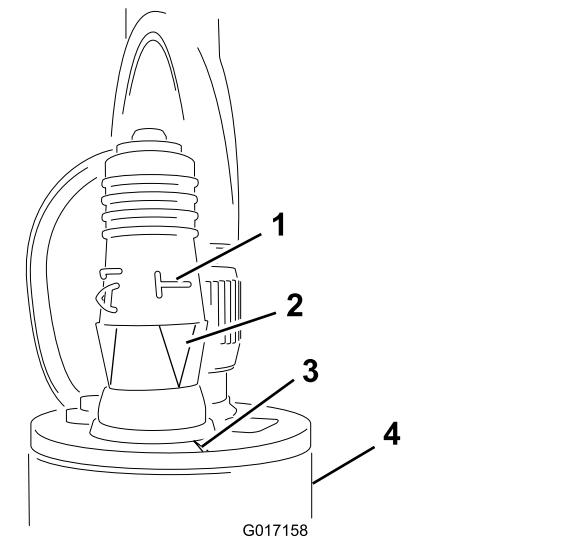

Figura 22
3. Installate la spina di programmazione sul sensore (Figura 22).
Importante: Allineate la freccia sotto i laterali "T" con la tacca sul bordo superiore del sensore (Figura 22).